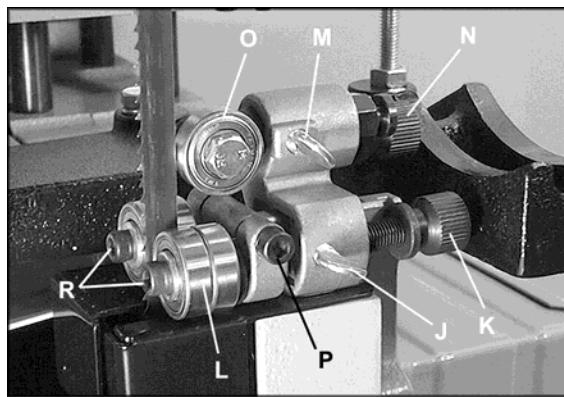

Рис. 50.
8. Затяните барашковый винт (G, Рис. 50).
См. Рис. 50.